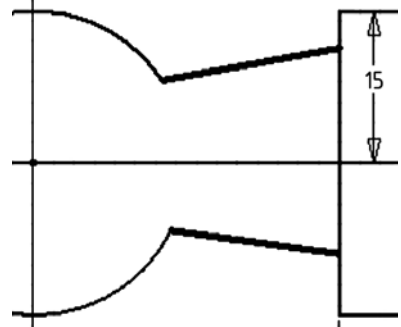

Рис. 11
- Зависимость **Совмещение** накладываем на свободные концы отрезков и соответствующие дуги (рис. 11).